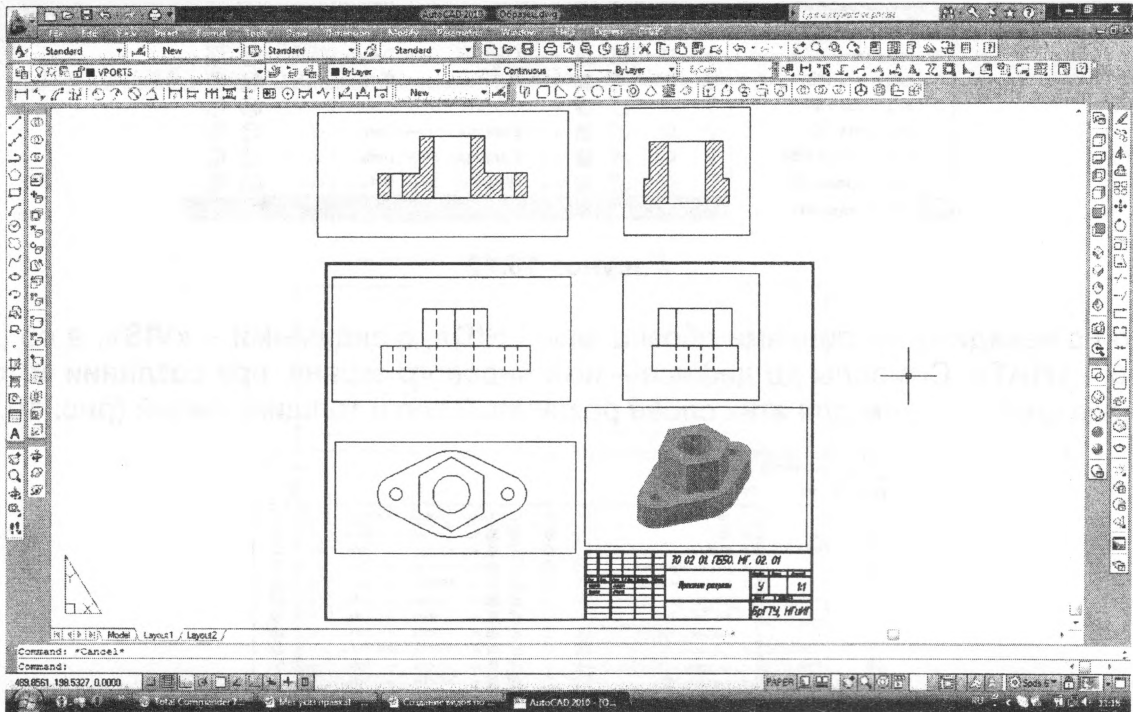

Рисунок 10.16
10.12. Добавляем еще один видовой экран – аксонометрическое изображение детали (рис. 10.16).